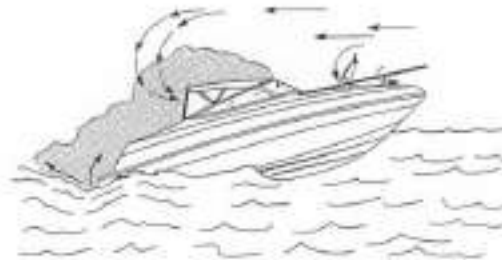

Figure H5: Inefficient trim angles.
1. Inefficient trim angle. See Figure H5.